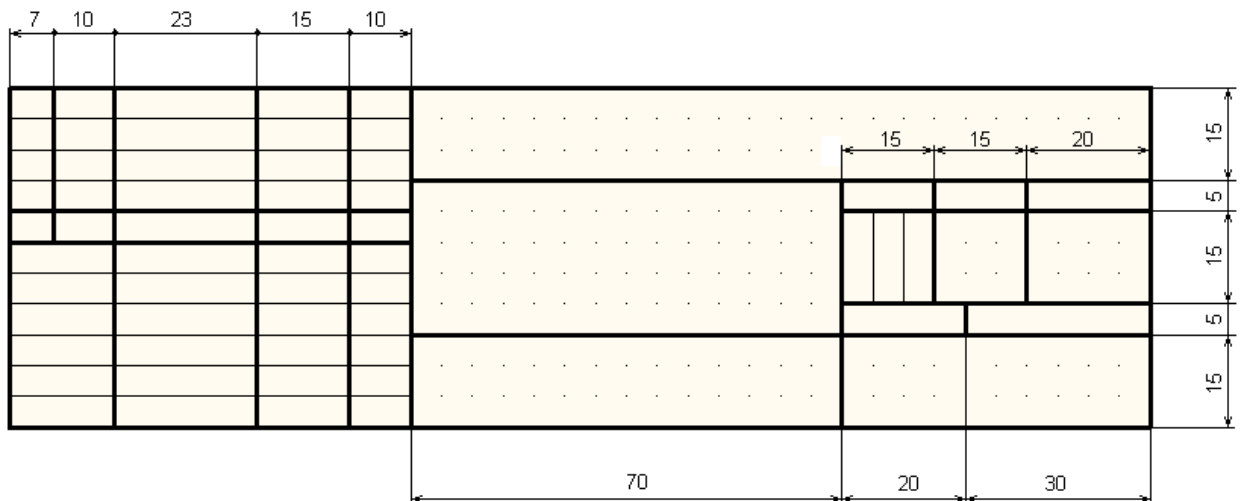

Рис. 1 Штмп основной надписи.
- 2.6 Нарисуйте угловой штамп основной надписи. Размеры углового штампа указаны на рис. 1.